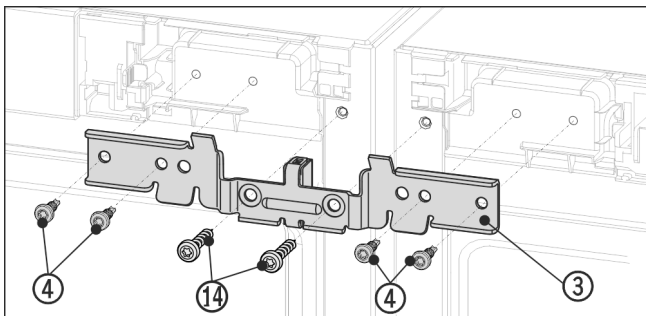

Fig. 12 Príklad zobrazenia
- Uholník Fig. 12 (3) s dištančným dielom zasunúť medzi zariadenia a na čapy. Uholník voľne priskrutkujte striedavo vpravo a vľavo pomocou štyroch skrutiek Fig. 12 (4) a predtým vyskrutkovaných uzemňovacích skrutiek Fig. 12 (14).